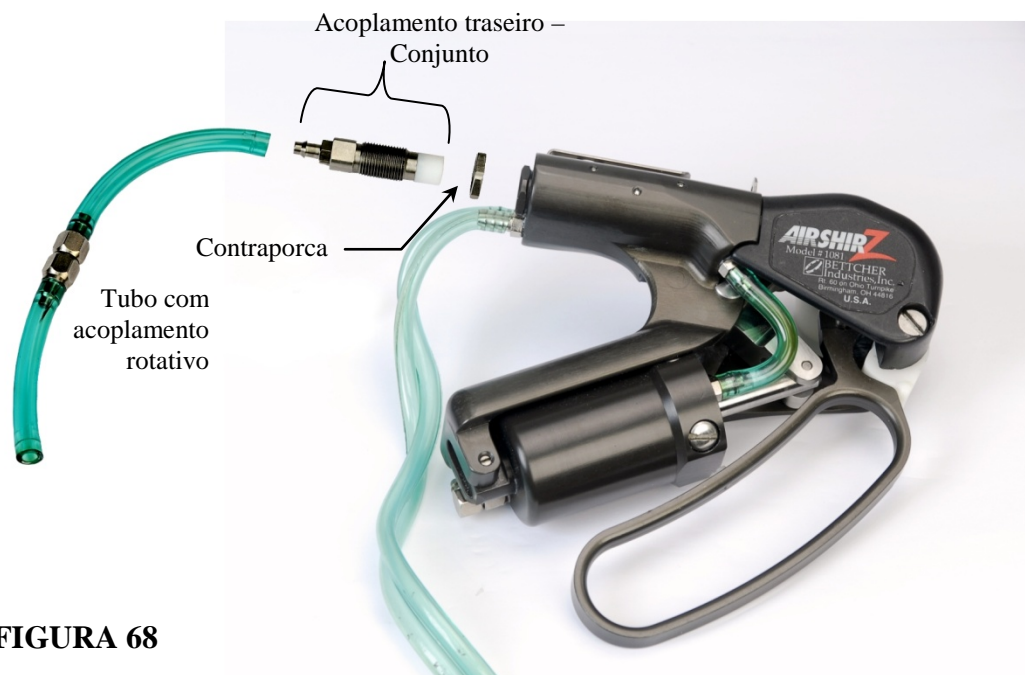

FIGURA 68
9.4.18 Instalação do conjunto do acoplamento traseiro (Consulte a **Figura 68**)